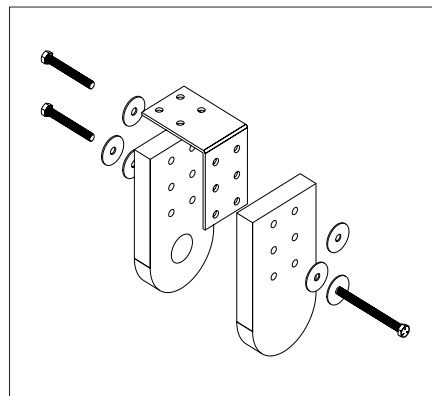

Fig. 2
3. Assembler les pièces de fixation (Fig. 2). Réaliser une première fixation avec une pièce n°2, une pièce n°3 et une équerre, en suivant le schéma. Utiliser des boulons en les faisant passer dans les trois pièces, avec des rondelles métalliques à l'entrée, puis fixer l'ensemble avec des écrous à la sortie ;